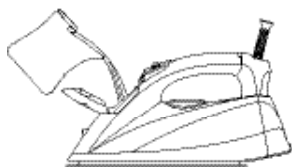

рис. 1
- Откройте крышку заливочного отверстия (2) (рис. 1).
- Используя мерный стаканчик (13), залейте воду в резервуар (9), затем закройте крышку (2).